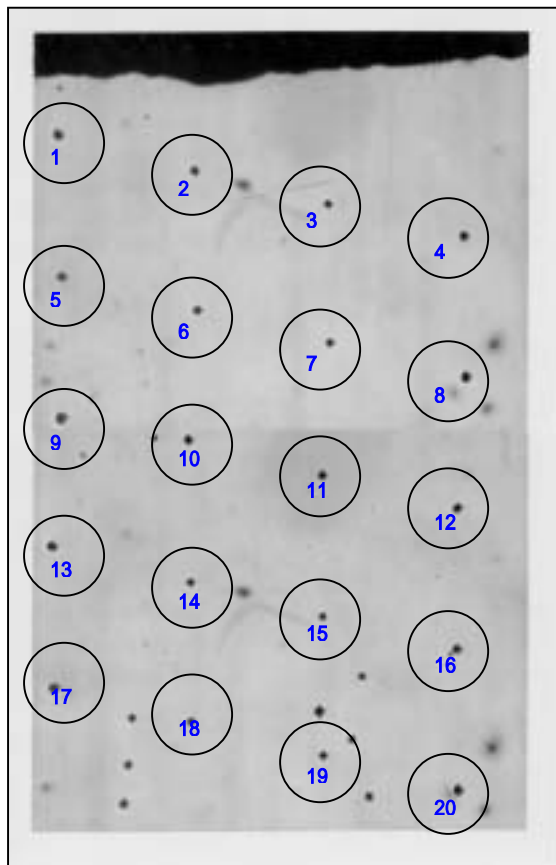

図4 測定番号1~20の圧痕
- 3) 試験した測定番号1~20までの圧痕の合成写真を図4に、測定番号1と10の圧痕の写真を図5に示します。